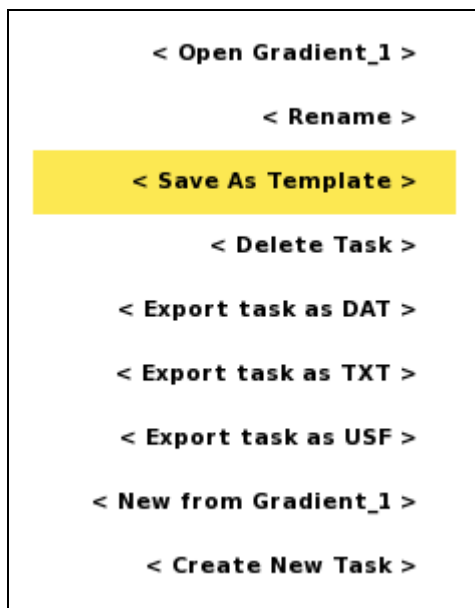

Figura 24. Menú de Opciones de Tareas con el objeto Save As Template resaltado
- Mover el resaltador al objeto <Save as template> (Figura 24)